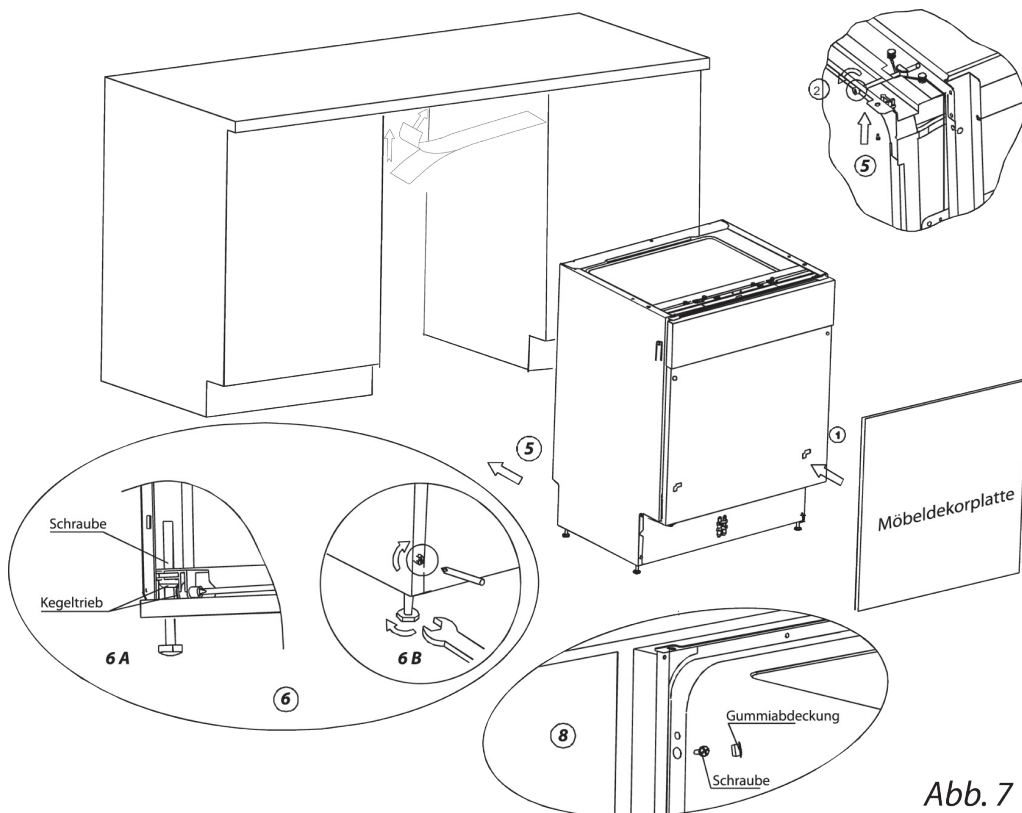

Abb. 7
- 8 Richten Sie den Geschirrspüler eben aus. Die hinteren Füße können Sie von der Vorderseite des Geschirrspülers aus einstellen, indem Sie die Schrauben rechts und links am Gehäuse drehen (siehe Schritt 6A in Abbildung 7). Um die vorderen Füße anzupassen, verwenden Sie einen Schraubenschlüssel und drehen Sie die Füße, bis der Geschirrspüler in Waage steht (siehe Schritt 6B in Abbildung 7).
A. Wenn Sie eine Arbeitsplatte aus Holz verwenden, fixieren Sie das Gerät mit 2 Holzschrauben an der Arbeitsplatte (Schritt 7 in Abbildung 7). Dabei darf das Gewicht des Geschirrspülers nicht von der Arbeitsplatte gehalten werden.
B. Wenn Sie eine Arbeitsplatte aus Marmor oder Granit verwenden, befestigen Sie die Halterung an den Seiten des Geschirrspülers und schrauben diesen am Schrank fest. Dann setzen Sie die Gummikappe über die Schraube (Schritt 8 in Abbildung 7).